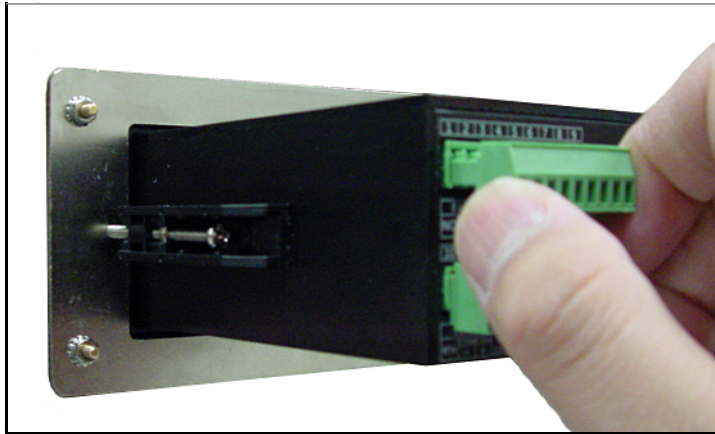

Figura 30: Remover o conector superior
1. Remova o conector do bloco terminal superior na parte posterior do **dew.IQ** (veja *Figura 30* abaixo).